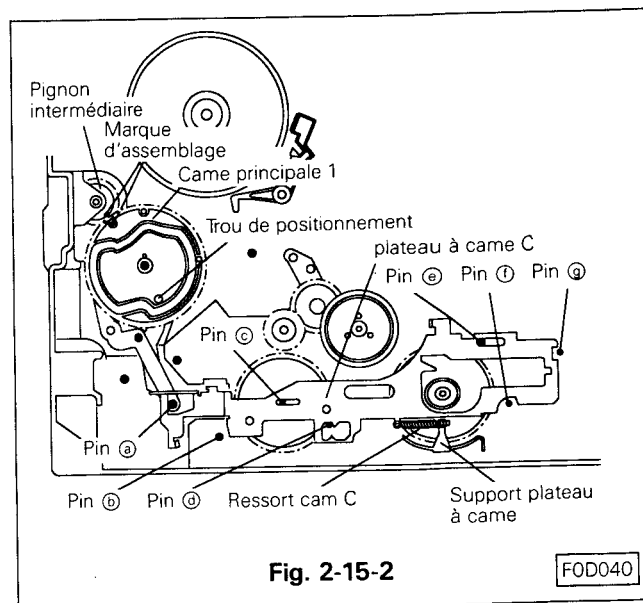

Fig. 2-15-2
- Garder immobile les leviers RS et C. Monter le pignon 1 sur son axe avec son trou de positionnement aligné avec la marque de positionnement du pignon intermédiaire et avec le trou de positionnement de la platine principale. (Voir Fig. 2-15-2)
- Monter le circlip sur le pivot C comme indiqué sur la Fig. 2-15-2 et installer le plateau à came c en le positionnant par rapport aux pivots ③ à ⑤.